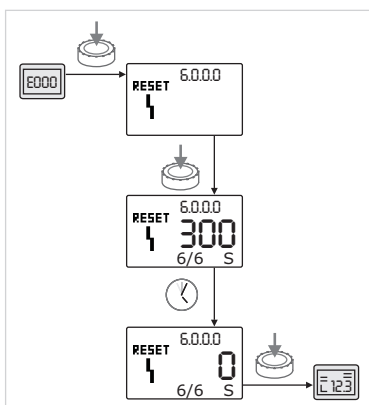

Fig. 48: Kvittere feiltype B (X=Y)
- Er det aktuelle tilfellet av feilen likt maksimaltilfellet (fig. 48):